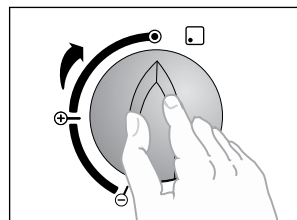

Figura 44
- Que la perilla esté en la posición de APAGADO (Ver figura 44).